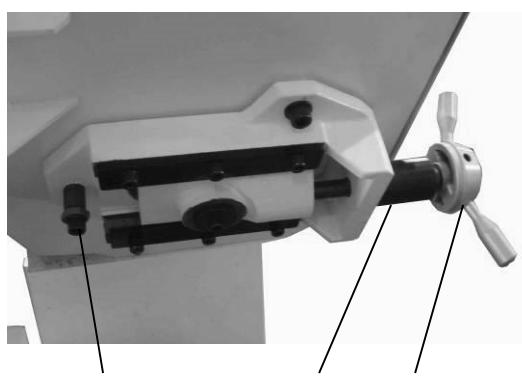

Рис.8
Для натяжения ленточного полотна, поверните рукоятку (A, Рис.8) по часовой стрелке. Шкала значения натяжения (B) размещена за рукояткой (A) и снабжена указателем. На шкале размечены контрольные значения усилия натяжения полотна 20.000, 30.000 и 35.000 фунтов за квадратный дюйм (psi). Для полотен из углеродистой стали натяжение должно быть 20.000 psi. Для биметаллических полотен (аналогичных поставляемому со станком), натяжение должно
Правильно отрегулированное ленточное полотно при работе должно слегка касаться буртиков шкивов. Если между ленточным полотном и буртиками имеется значительный зазор, необходимо затянуть или ослабить регулировочный винт (С, Рис.8).